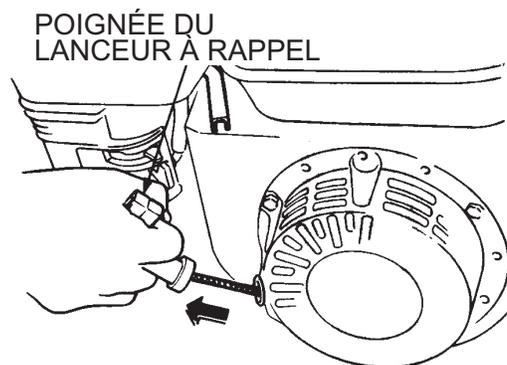

Figure 15. Poignée du lanceur à rappel
5. Saisir la poignée du lanceur à rappel (Figure 15) et la tirer lentement vers l'extérieur. La résistance devient plus grande à une position donnée correspondante au point de compression. Enrouler légèrement la corde à ce point et tirer d'un coup sec.